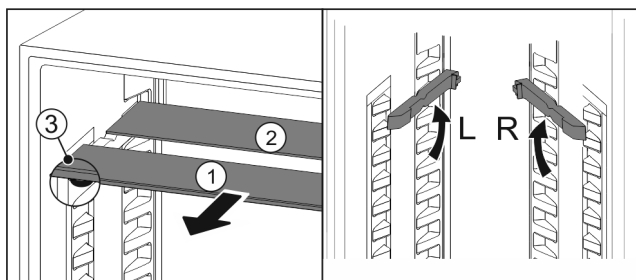

Fig. 110
- Посуньте Fig. 110 (1) скляну панель вперед.
- Скляна панель Fig. 110 (1) з декоративною планкою лежить спереду.
- Стопори Fig. 110 (3) показують вниз.